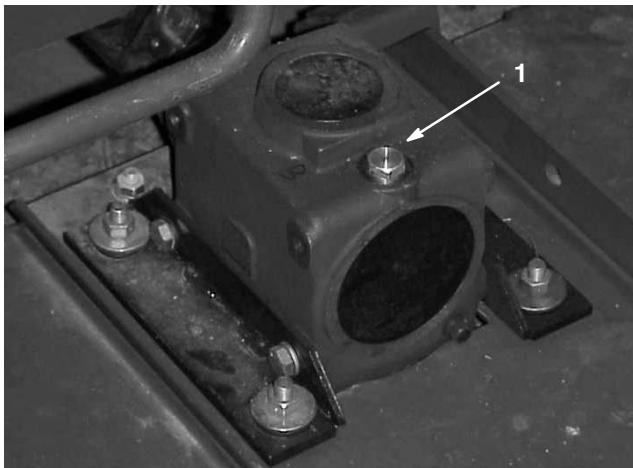

Bild 21
2. Stellen Sie die Zugmaschine und das Mähwerk auf eine ebene Fläche und senken Sie die Mähwerke ab. Nehmen Sie den Peilstab bzw. die Füllschraube oben vom Getriebe ab (Bild 21) und stellen Sie sicher, dass der Schmiermittelstand zwischen den Marken am Peilstab liegt. Wenn der Schmiermittelstand niedrig ist, füllen Sie SAE 80–90 wt. Schmiermittel ein, bis der Stand zwischen den Marken liegt.